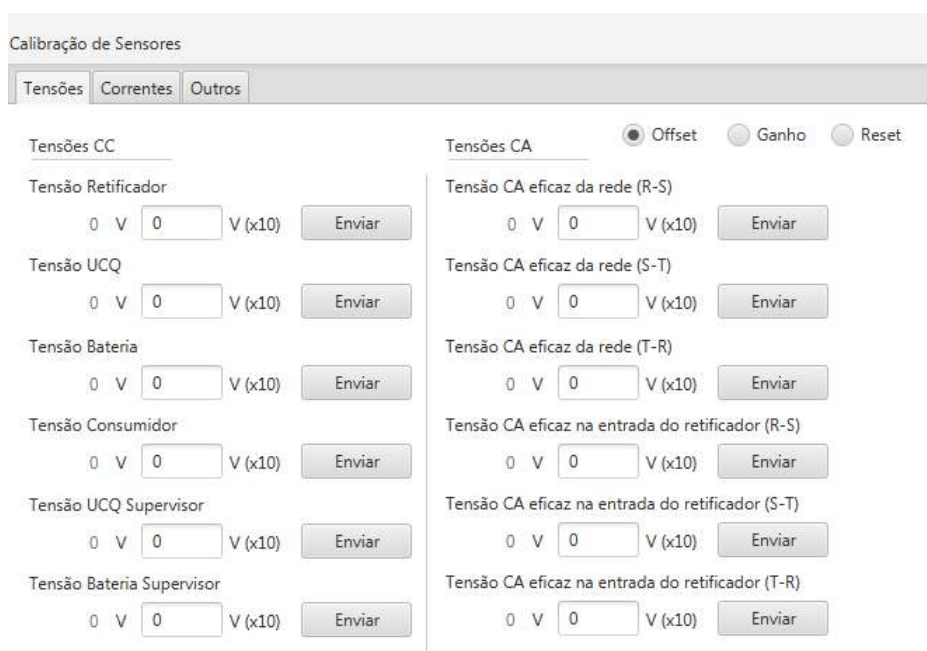

Figura 6.42: Calibração das leituras das tensões
- Para realizar a calibração, selecione a aba da grandeza a ser ajustada, tensão ou corrente, conforme Figura 6.42 na página 6-47 e Figura 6.43 na página 6-48.